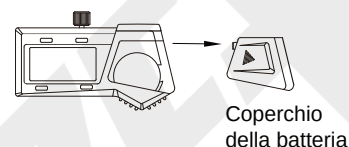

Fig.1
- Rimuovere il coperchio della batteria (Fig. 1).